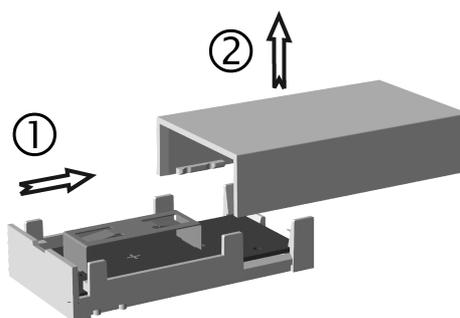

рисунок 2: Снятие крышки корпуса
- Раздвинуть корпус до упора и, наклонив в сторону верхнюю часть, приподнять ее вверх (рисунок 2).